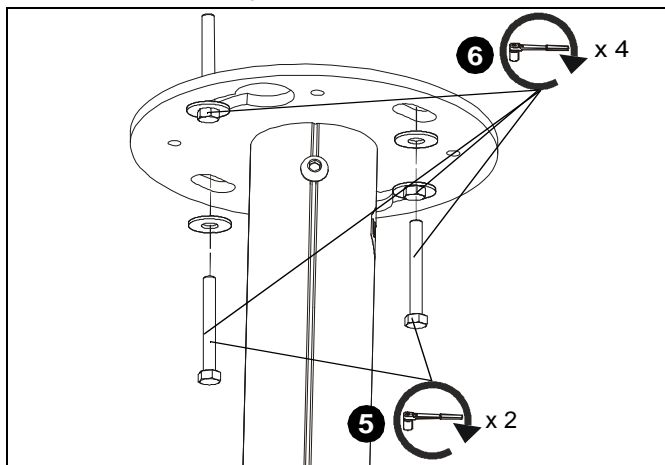

Figure 5
5. Installez deux vis tire-fond de 8 mm x 7 mm (5/16" x 2-3/4") (minimum) (non incluses) dans les trous sur la plaque pour plafond (A) et dans les trous percés dans les contreventements transversaux des montants en bois. (Voir la Figure 5)
6. Serrez les quatre vis tire-fond pour fixer la plaque au plafond. (Voir la Figure 5)